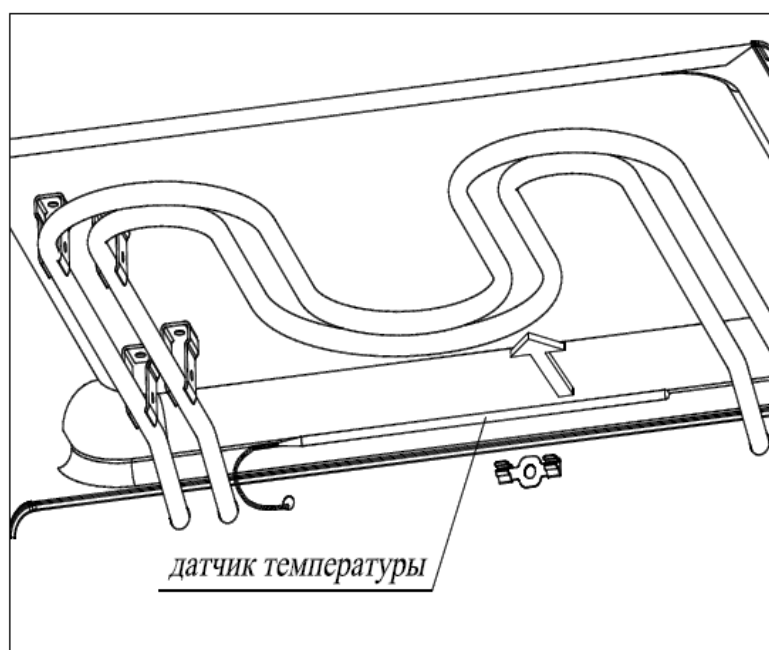

Рисунок 5 - Демонтаж датчика температуры
- отвинтить шурупы по металлу (5) и снять заднюю перегородку (25) плиты согласно рисунку 8;
- открыть дверцу духовки. Вынуть из зажима датчик температуры и просунуть его через отверстие в задней стенке духовки (см. рис. 5);